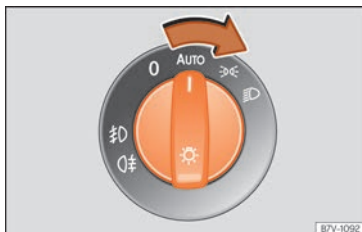

**Fig. 114** Tablero de instrumentos: mando de las luces.
- Gire el interruptor hacia la posición deseada » » » **fig. 114**.